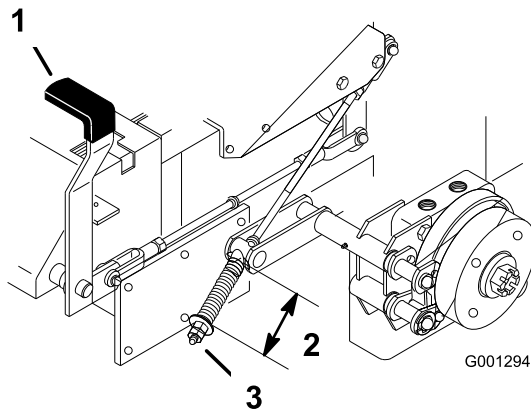

Bild 81
3. Messen Sie die Länge der Feder (Bild 81).
4. Falls Sie eine Einstellung vornehmen müssen, lösen Sie die Feststellbremse, lockern Sie die Klemmmutter unterhalb der Feder und ziehen Sie die Mutter direkt unter der Feder an (Bild 81).